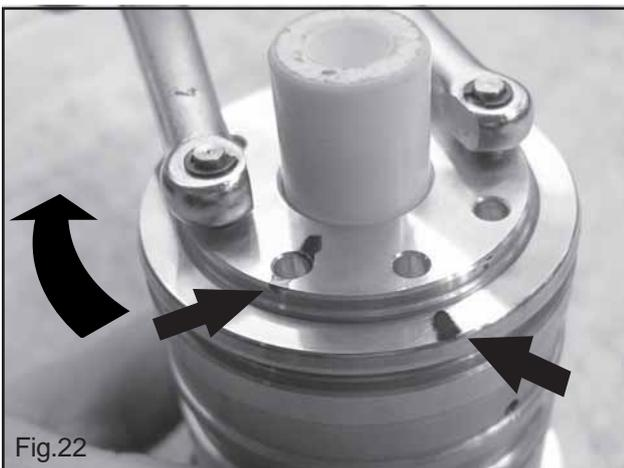

Fig.22
- Serrare il supporto guarnizione di 1/8 di giro o di un arco corrispondente ad un foro e mezzo (Vedi frecce Fig.22).